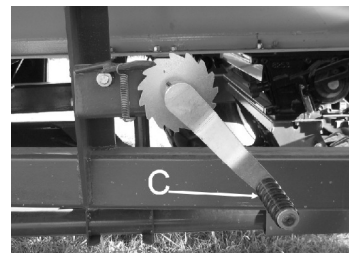

Figura 2
2- Bajar el manifold central usando la manija (C) hasta que apoye en el brazo pivot. Ver Figura 2